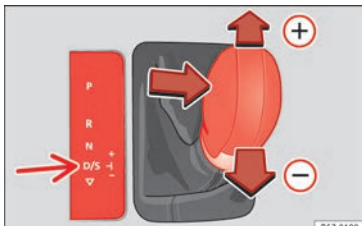

Abb. 174 Mittelkonsole: zu Tiptronic ändern.
- Um einen Gang hochzuschalten, tippen Sie den Wählhebel nach vorn **+** » » **Abb. 174**.